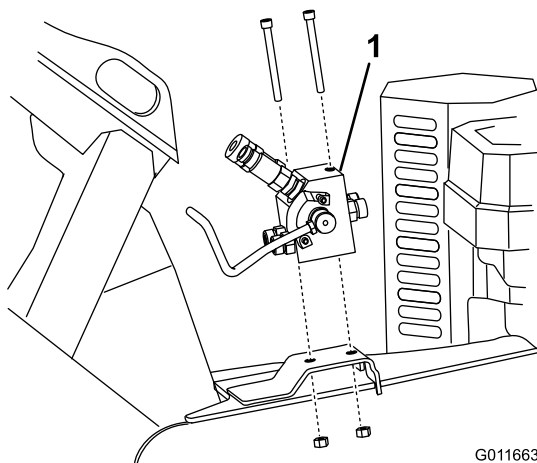

Figura 14
2. Montate il collettore idraulico sulle relative staffe con i 2 bulloni a esagono incassato (5/16" x 3/4") e i 2 dadi di bloccaggio (5/16") come illustrato nella Figura 14.